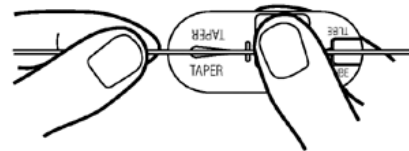

図3
5. ガイドワイヤーを進めて、ガイドワイヤーの近位部を本品に挿入する。接続時にわずかな抵抗が感じられることがある。ガイドワイヤーの近位部が完全に本品のガイドワイヤー接続部の中に入るまで、ガイドワイヤーを進める。(図3)